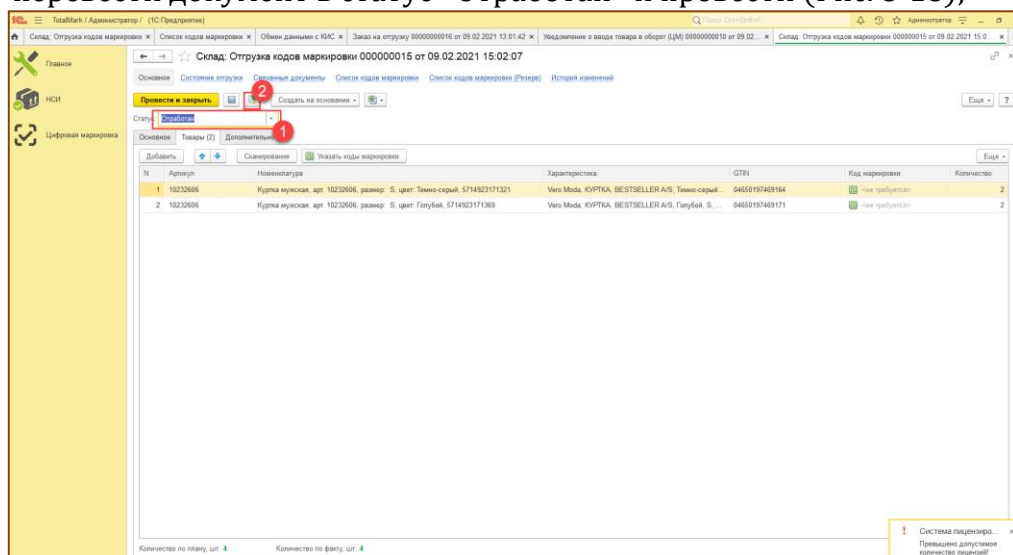

Рис. 8-18 - Создание Отгрузки в ТМ
- iii. После того, как Отгрузка наполнена кодами, ответственному необходимо перевести документ в статус «Отработан» и провести (Рис. 8-18);